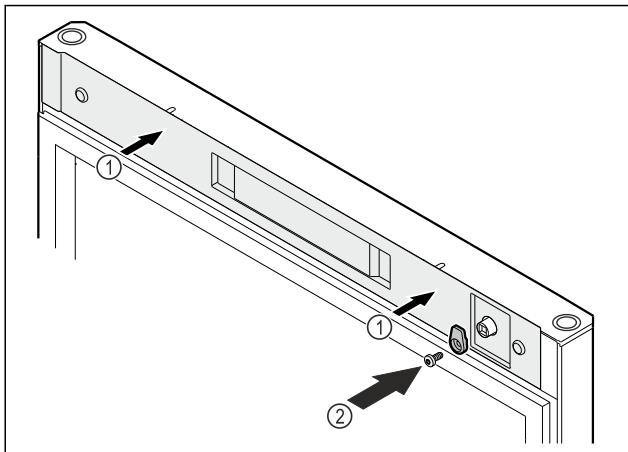

Fig. 54
- Встановіть кришку Fig. 54 (1).
- Накрутіть запірний гачок Fig. 54 (2).